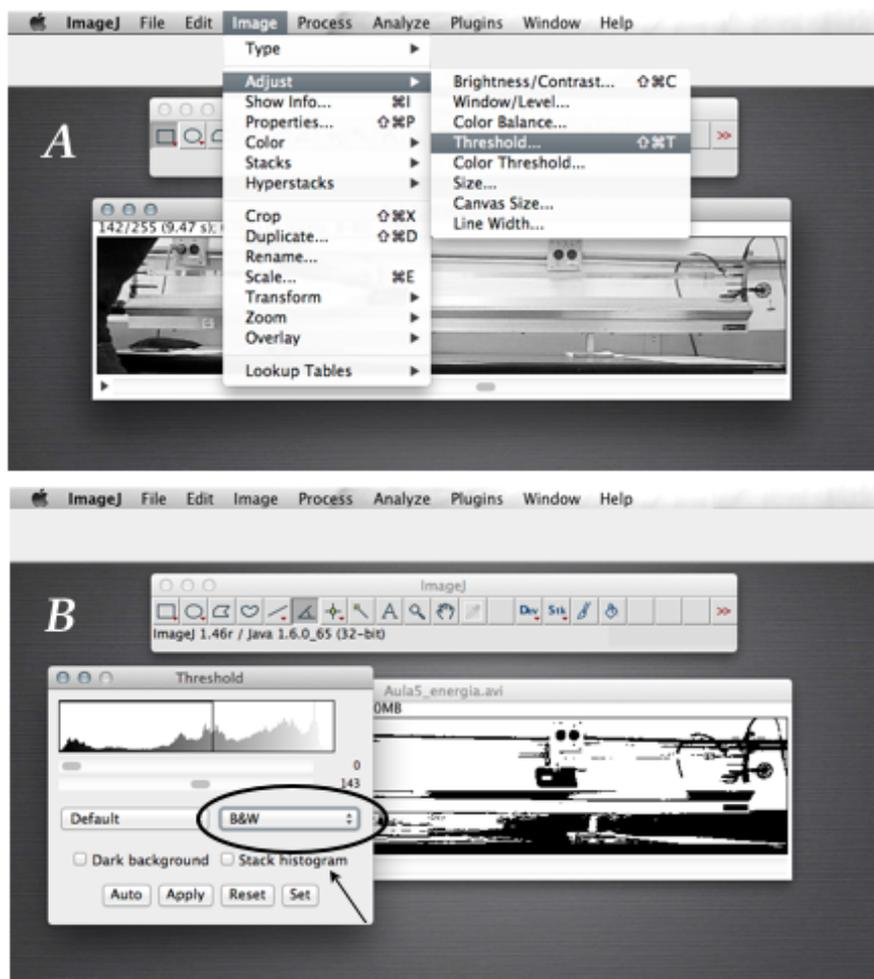

Figura E.9: ImageJ: conversão da imagem em preto e branco (B&W).
6. Agora a imagem ficou em escala de cinza. O próximo passo é “binarizar” a imagem, ou seja colocá-la em preto e branco de forma tal que o papel branco sobre o carrinho preto fique destacado. Para isto, escolha “Image” no menu principal, logo “Ajust” e clicar sobre “Threshold” (ver Figura E.9-A). Uma outra janela vai ser aberta. Nesta janela escolher a opção preto e branco (B&W) como indicado na Figura E.9-B.